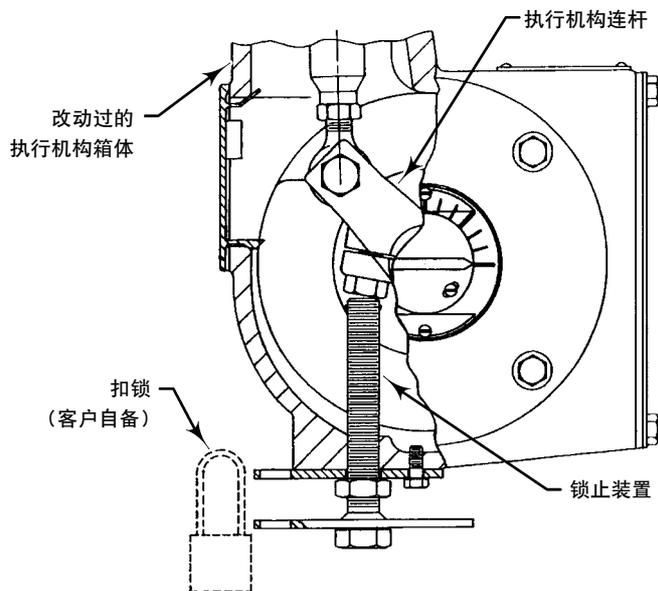
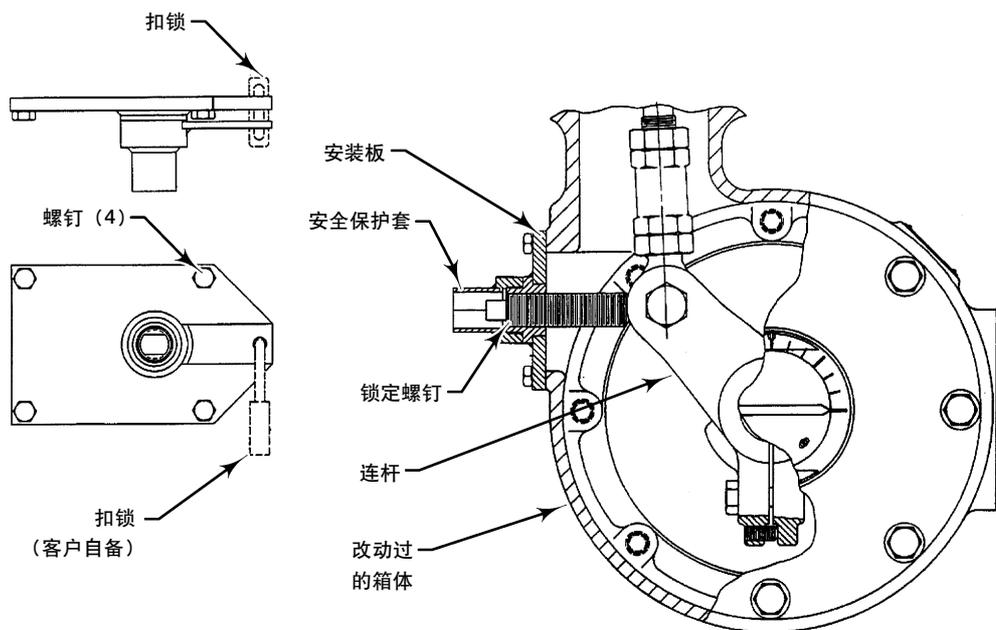

图5. 尺寸30, 40, 60和68的执行机构锁止装置
图6. 尺寸80和100执行机构锁止装置
**锁止装置:** 如图5所示的锁止装置可以应用在尺寸 ■ 30, ■ 40, ■ 60 和 ■ 68 的执行机构中。如图6所示的锁止装置可以应用在尺寸 ■ 80 和 ■ 100 的执行机构中。
(见图5和6)。使用这种装置目的在于停工期间不能对阀门进行多余的操作,但并不暗示或确认该控制阀门就是一个安全停工状态下的设备。
可以将锁定螺钉定位以限制执行机构杠杆在0到90度旋角范围内向下的行程。行程限位安装与图5所示锁定机构相似,只是行程断限位不包括扣锁,而且可以从箱体上完全旋下来。